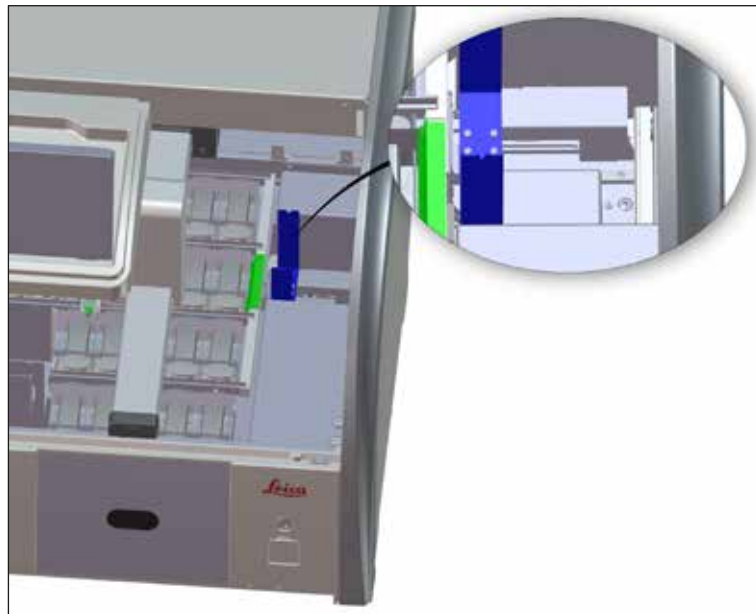

Bild 98
- Kontrollera överföringsstationen (→ "Bild 98") regelbundet för att se om det finns kvarvarande reagenser i den. Rengör den med ett kommersiellt mildt, pH-neutralt rengöringsmedel vid behov.